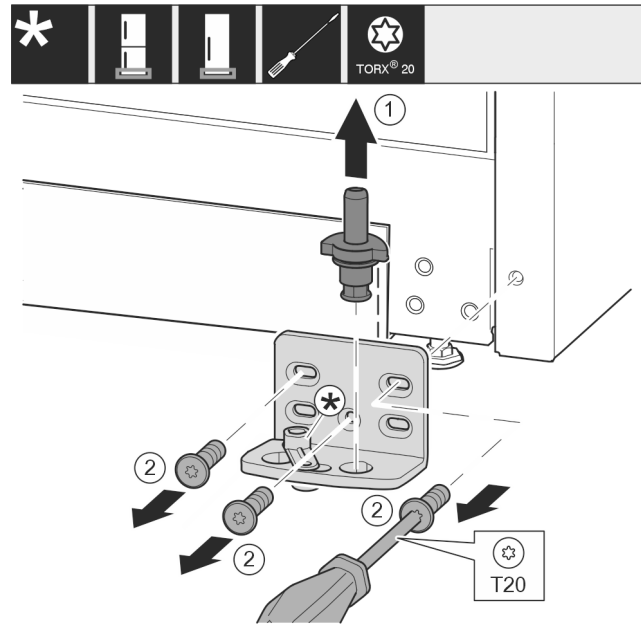

Fig. 16 \*
- ▶ Vytiahnite ložiskový čap Fig. 16 (1) úplne nahor.\*
- ▶ Vyskrutkujte skrutky Fig. 16 (2) skrutkovačom a odnímite ložiskovú konzolu.\*